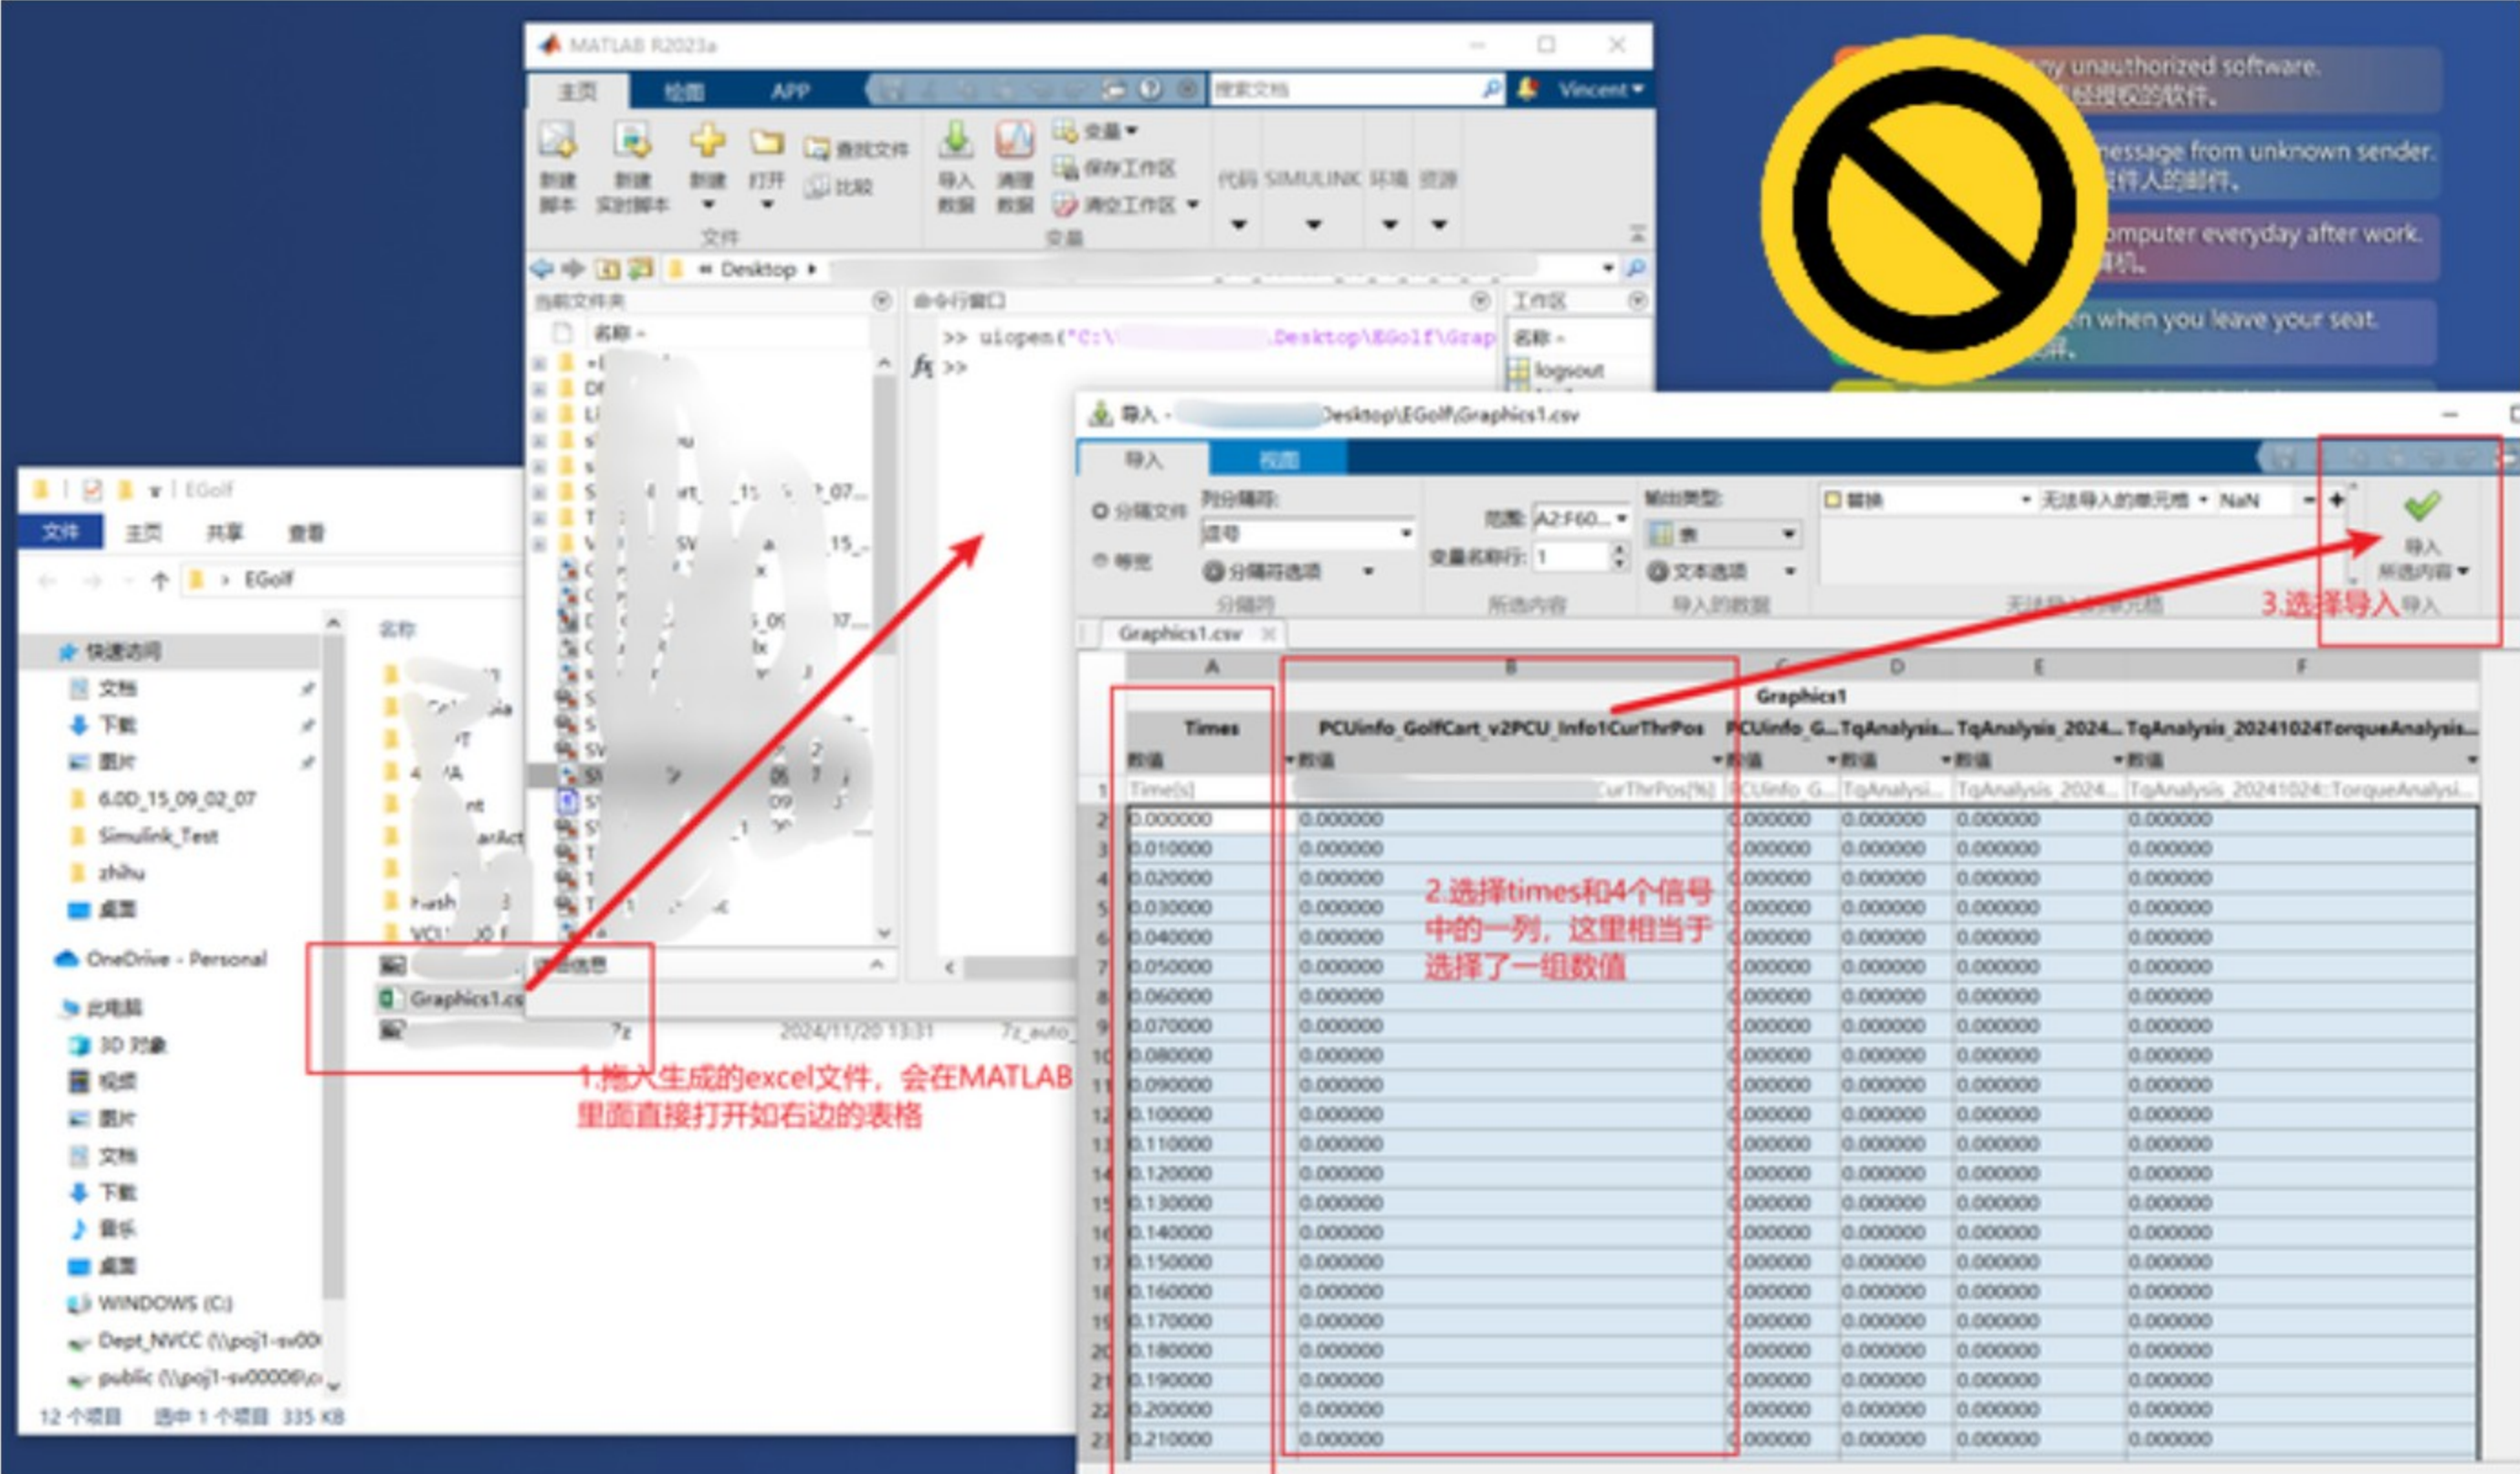
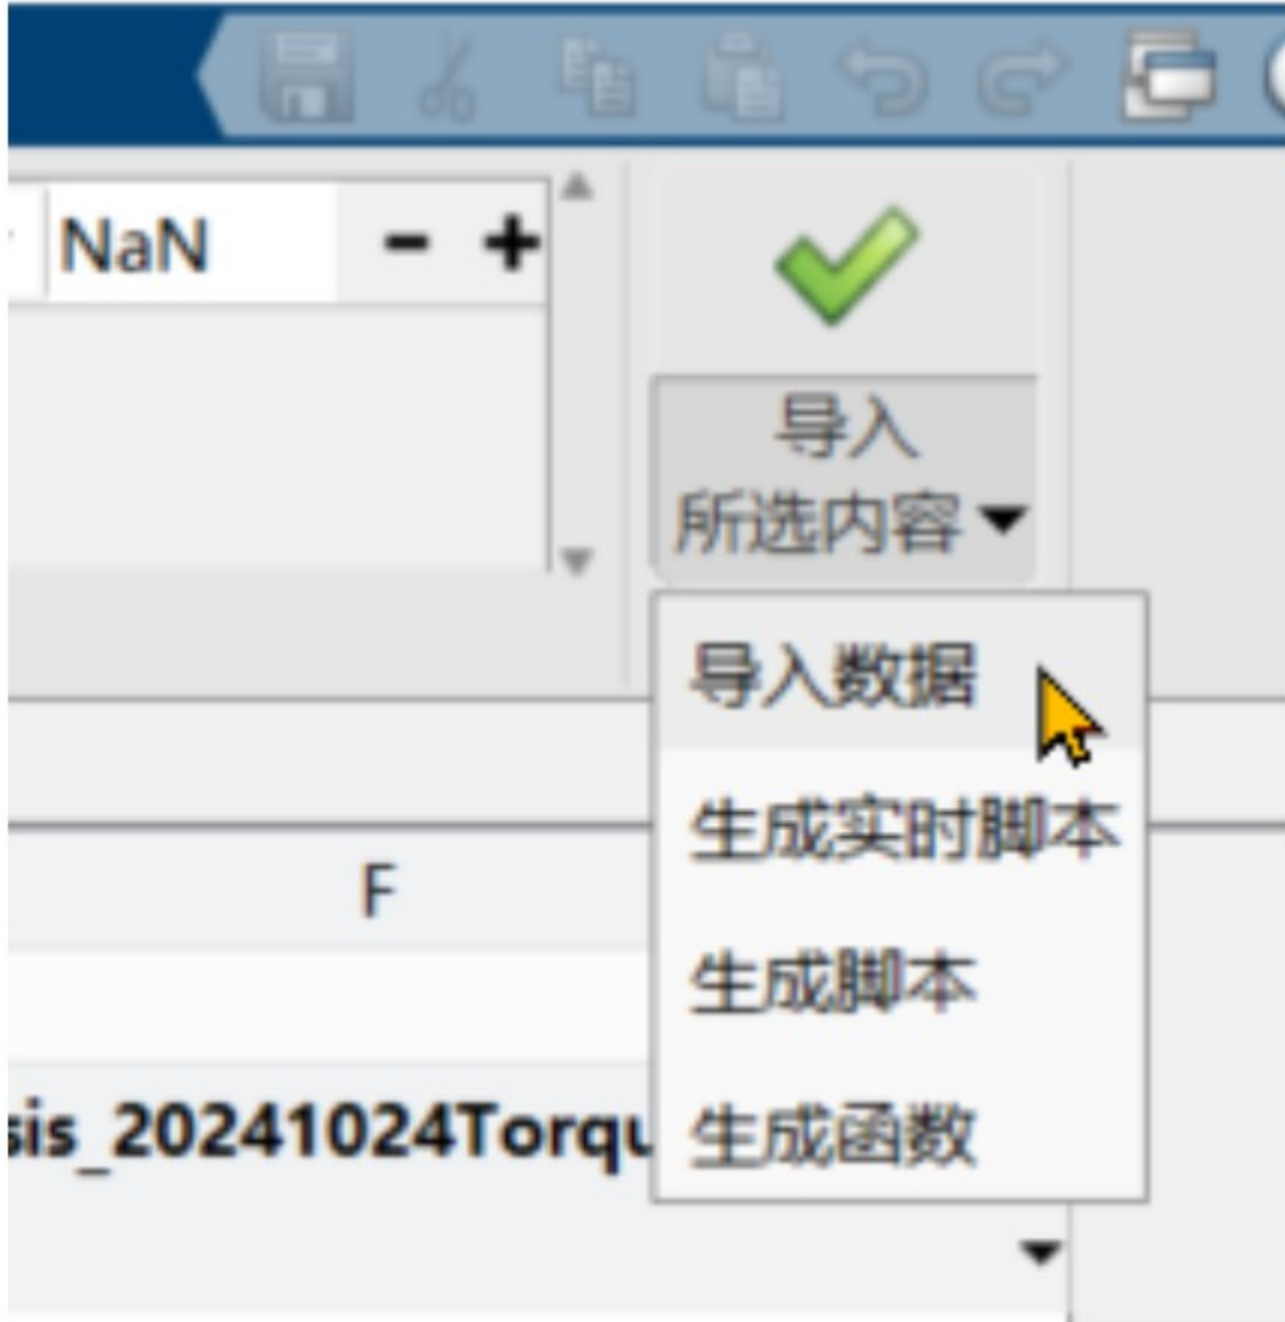

图6
图7
- 1.将excel数据拖入matlab主窗口界面，接着会自动打开如图6所示的表格，按照图7添加信号（该信号是包括时间的，所以是数组的形式）；